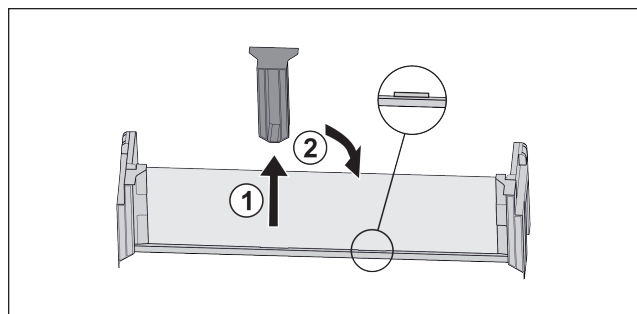

Fig. 90
- Trekk av den midtre holdedelen Fig. 90 (1).
- Sett inn den midtre holdedelen i andre posisjon Fig. 90 (2).